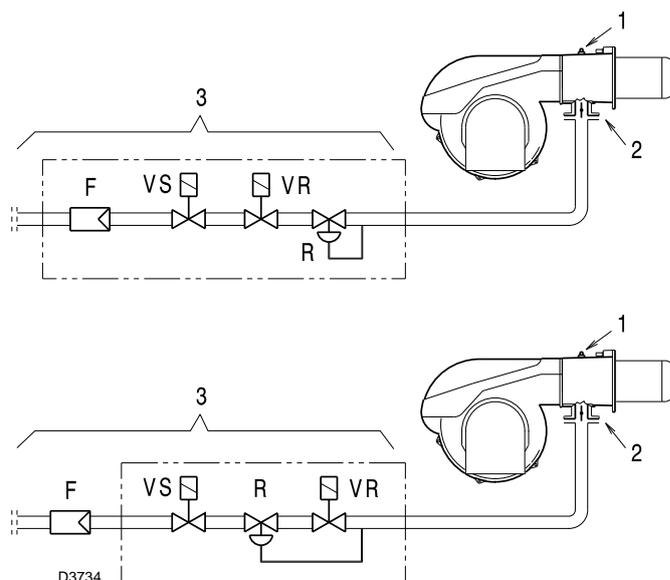

Fig. 19
Presión de gas en la toma 1)(Fig. 19), con:
Pérdida de carga válvula de mariposa del gas 2)(Fig. 19) con abertura máxima: 90°.
Pérdida de carga rampa de gas 3)(Fig. 19) comprende:
- restar a la presión del gas en la toma 1)(Fig. 19) la presión de la cámara de combustión.
Presión del gas en la toma 1)(Fig. 19) = 10,5 mbar
En cambio, para conocer la presión de gas necesaria en la toma 1)(Fig. 19), una vez fijada la potencia MÁX a la que se desea que funcione el quemador:
- Leer a la derecha, columna 1, la presión en la toma 1)(Fig. 19).
presión necesaria para la toma 1)(Fig. 19).